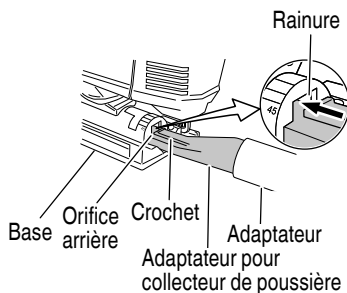

Fig. 23
- (5) Insérer le adaptateur pour collecteur de poussière dans l'orifice arrière de la base jusqu'à ce que le crochet s'enclenche dans la rainure. (Fig. 23)
- (6) Appuyer sur le crochet pour retirer le adaptateur pour collecteur de poussière.